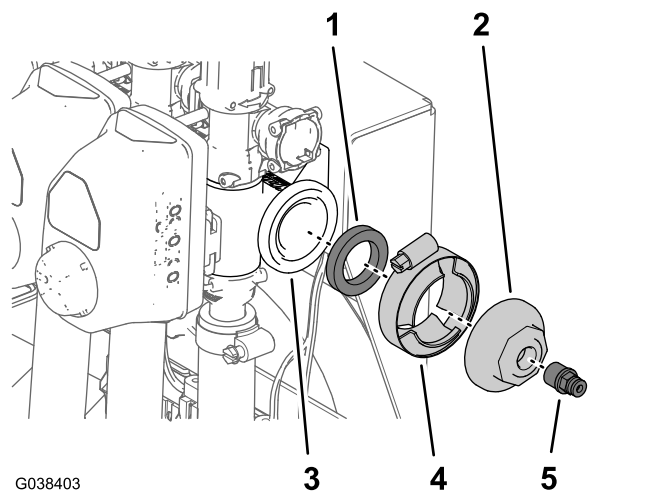

Рисунок 87
- Снимите фланцевый хомут, который крепит прокладку и торцевую крышку к фланцу правого распылительного клапана (Рисунок 87).
- Снимите соединительную муфту трубки с отверстия торцевой крышки (Рисунок 87).